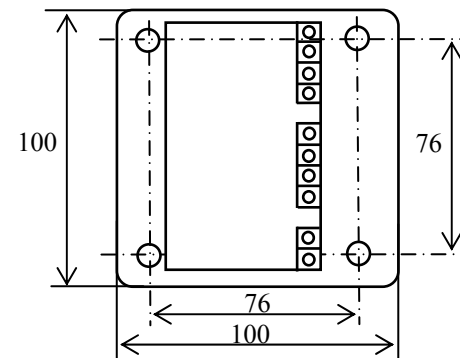
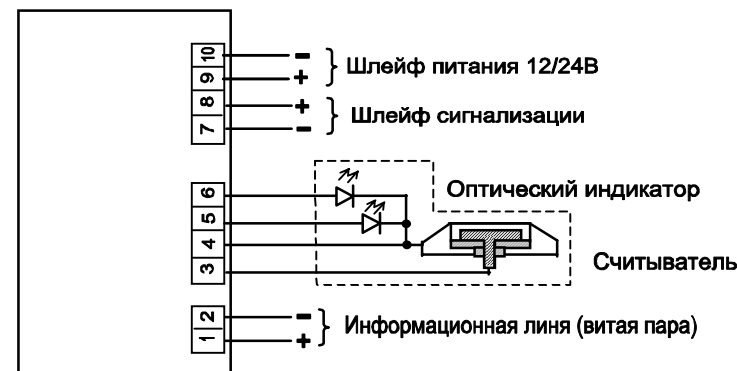

Рис.1. Габаритные и установочные размеры модуля.
Рис. 2. Схема подключения модуля адресации.
- 6.1.2. Габаритные и установочные размеры модуля показаны на рис.1. Принципиальные схемы подключения модуля представлены на рис.2,3.